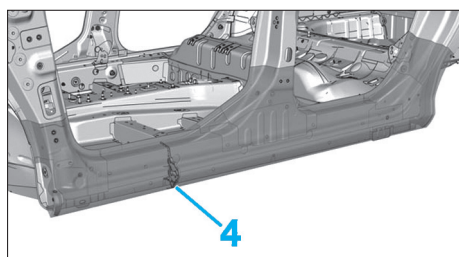

FIG. 107
- Décoller à l'aide d'un pistolet à air chaud le bas de caisse au niveau de l'insert gonflant (4) (Fig.107).